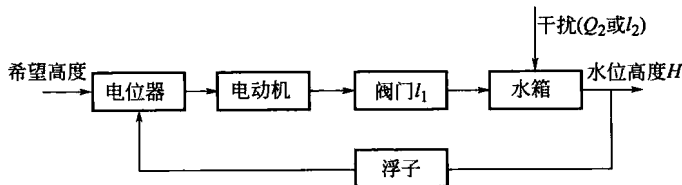

图 1-2 水位高度控制系统原理方框图
(2) 系统的方框图如图 1-2 所示，控制任务是通过浮子控制水箱，保持水箱水位高度 H 不变。被控对象：水箱；被控量：水位高度 H ；干扰量：用水量 Q_2 。